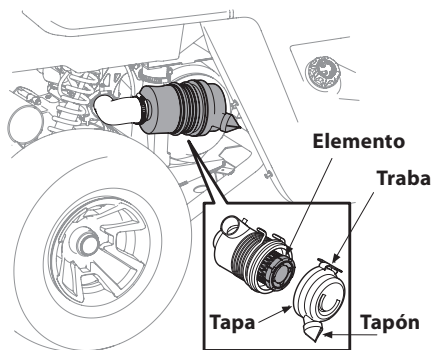

Figura 4-1
1. Tire hacia arriba de la traba y gire en el sentido contrario a las agujas del reloj para soltar la tapa del filtro de aire. Consulte la Figura 4-1.
IMPORTANTE: Cuando se vuelve a sujetar la tapa en su lugar, se debe comprobar que esté orientada hacia abajo. Consulte el Figura 4-1 .